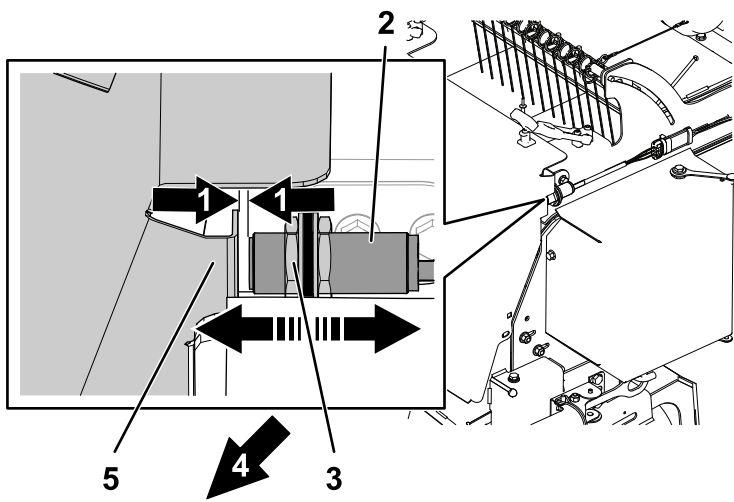

Figura 10
8. Reglați spațiul dintre senzor și trapa buncărului la 3 mm, așa cum se arată în Figura 10, utilizând piulițele de reglare. Spațiul nu trebuie să depășească 6 mm.